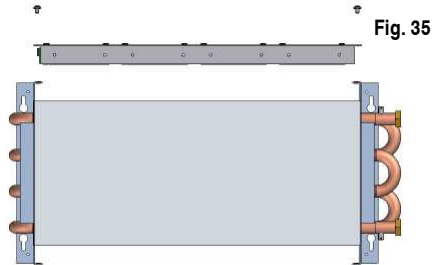

Fig. 35
1. Antes de montar el núcleo en la pared retire los cuatro tornillos que soporta el KIT HE de ventiladores en la parte superior (fig 35).
2. Retire así mismo el soporte de la sonda ambiente retirando sus dos tornillos (fig 35).